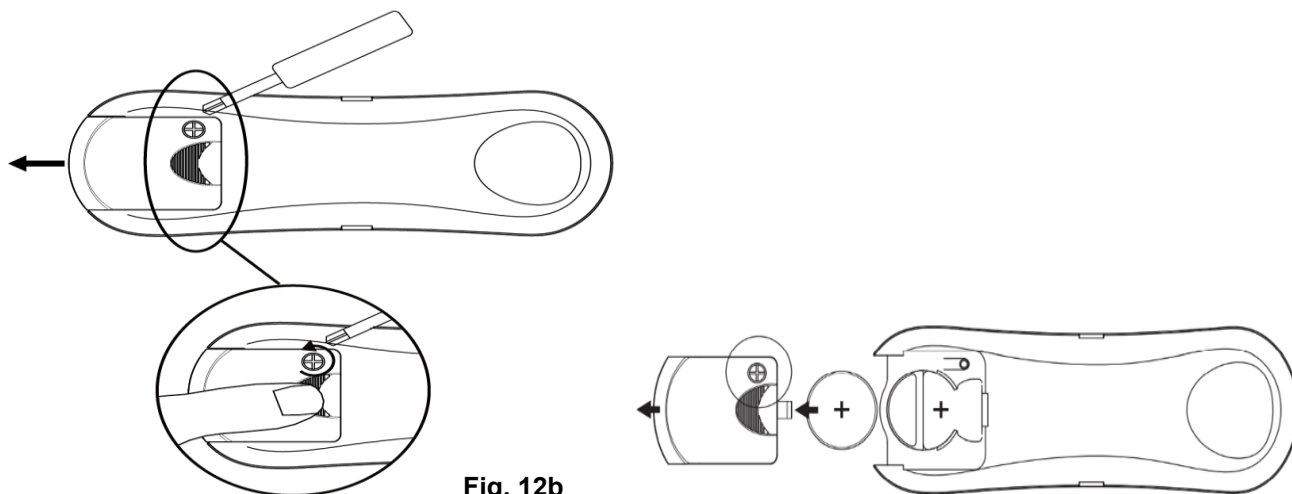

Fig. 12b
1. Per sostituire con una batteria nuova, premere la parte superiore del coperchio vano batteria e allentare la vite per togliere completamente il coperchio vano batteria (Fig. 12b).
2. Per accedere alla batteria, far scorrere il coperchio del vano batteria sul retro del telecomando, per rimuoverlo (Fig. 12b).